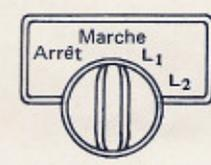

Fig. 10
**(3) Mise en service**
- Commutateur (fig. 10)